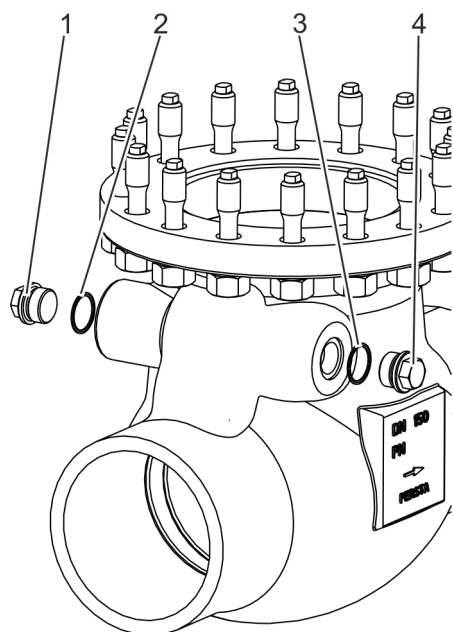

Fig. 28: Desserrage des vis de blocage
6. ➤ Desserrer les vis de blocage (Voir la Fig. 28/1 et 4) des deux côtés du bâti et les enlever.
7. ➤ Retirer les éléments d'étanchéité (Voir la Fig. 28/2 et 3) des rainures du bâti.